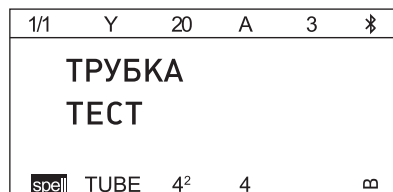

Рисунок 4.1-6
6) Далее можете ввести "Тест". На дисплее отобразится как: 2: ТЕСТ (Рис. 4.1-6)